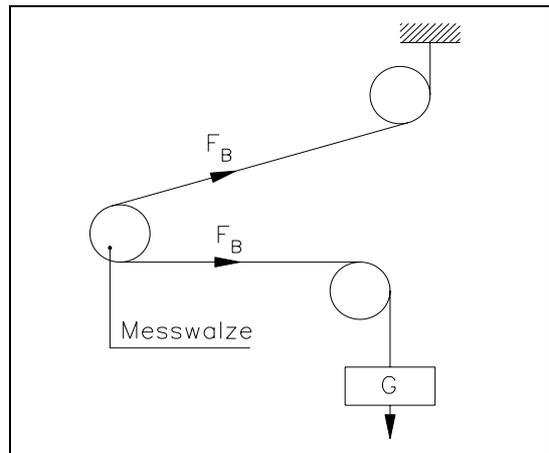

Bild 11: Kalibrierung des Messwertverstärkers C431011d
- Material oder Seil mit einem definierten Gewicht belasten (Bild 11).